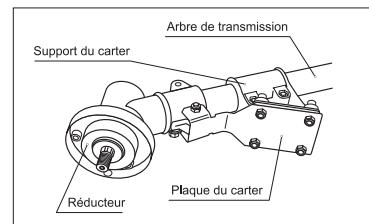

fig. 3
- Installez le couvercle de protection sur la barre, en le plaçant entre le support et la plaque de montage, et fixez-le avec quatre vis (fig 3).